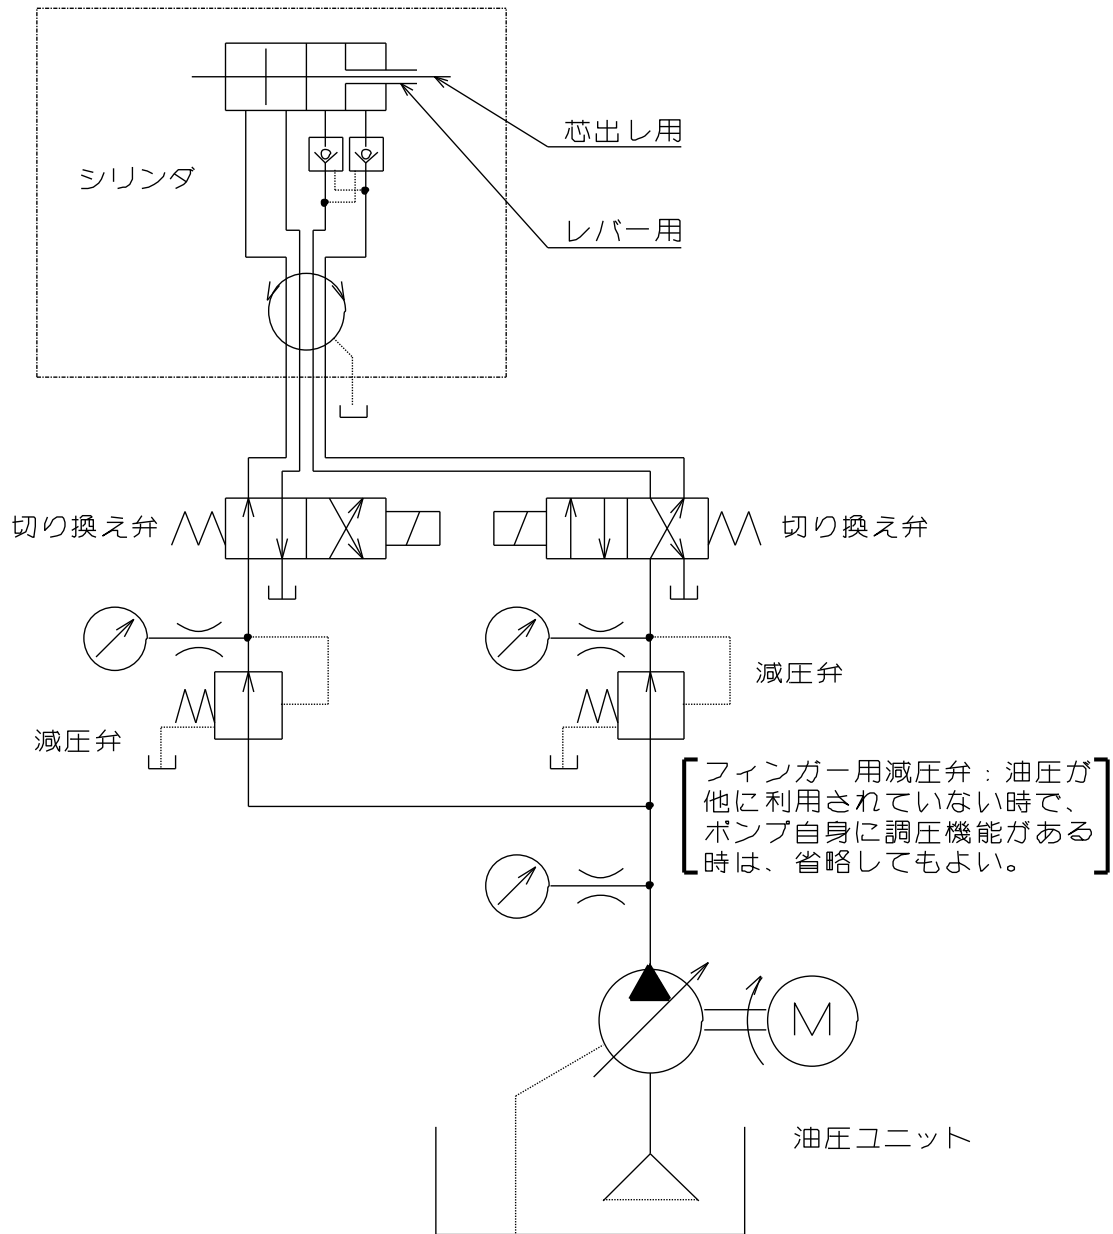

図 12
- ・ 図 12 にチャック開閉用油圧回路の一例を示します。